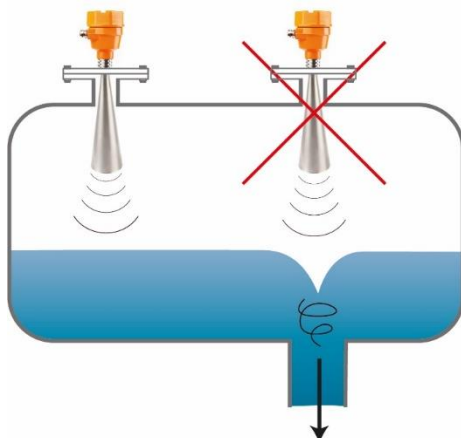

Рисунок 7
- при выгрузке продукта из резервуара на поверхности продукта может образовываться воронка, прибор необходимо устанавливать над местом с наиболее гладкой поверхностью продукта (рисунок 7)